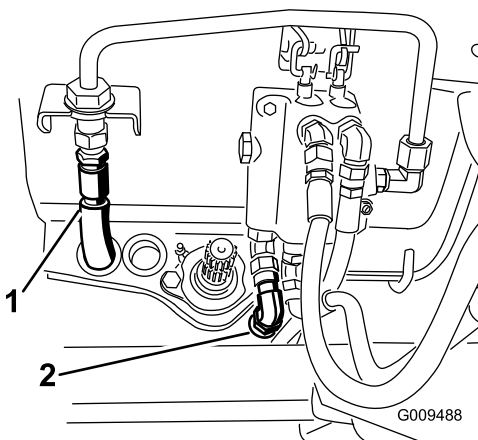

Figura 121
31. Conecte la manguera de presión hidráulica al tubo rígido de la válvula y conecte la manguera del depósito a la válvula (Figura 121). Guarde los tapones de las mangueras para la reconversión de verano.